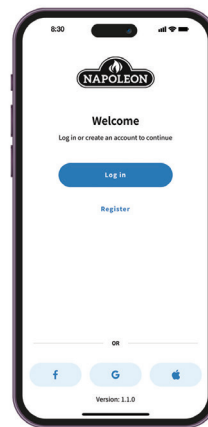

Fig. 1
1. Registrer en konto med **Napoleon Home App** ELLER logg inn med Facebook, Google eller Apple-kontoopplysningene dine. (Fig. 1)